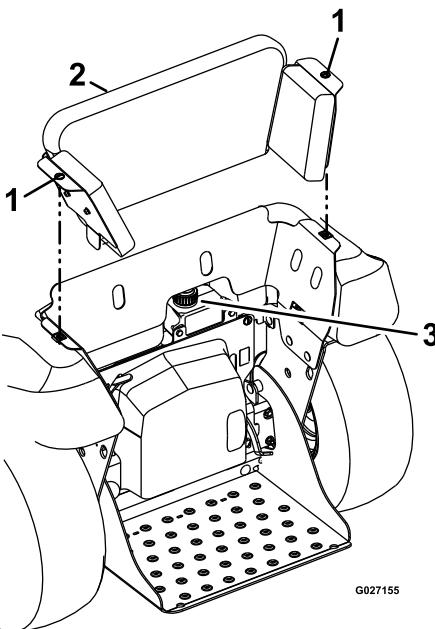

Figura 86
3. Tire del apoyo de las rodillas hacia arriba y hacia atrás para retirarlo de la máquina (Figura 86).
4. Limpie la zona alrededor del depósito de expansión del fluido y retire el tapón (Figura 86).
7. Instale el tapón del depósito en el depósito de expansión y apriete el tapón hasta que quede firme (Figura 86).
2. Gire en sentido antihorario las 2 fijaciones que sujetan el apoyo de las rodillas al chasis de la máquina (Figura 86).